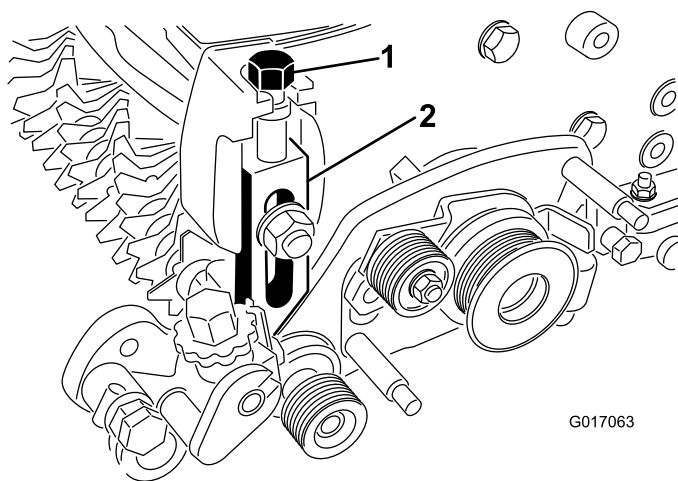

Figura 10
21. Aperte o parafuso de ajuste da altura de corte na parte superior do conjunto do braço de ajuste do lado esquerdo (Figura 10).
22. Instale o conjunto do braço de ajuste do lado esquerdo na placa lateral da unidade de corte usando o parafuso de cabeça plana, porca e uma nova anilha. Certifique-se de que a extremidade da haste do conjunto dos braços da altura de corte desliza para o casquilho no furo do conjunto de transmissão do rastelo (Figura 10).
25. Aperte o parafuso de ajuste da altura de corte na parte superior do conjunto do braço de ajuste do lado direito (Figura 10).
27. Instale o conjunto do braço de ajuste do lado direito na placa lateral da unidade de corte usando o parafuso de cabeça plana, porca e uma nova anilha (Figura 10).